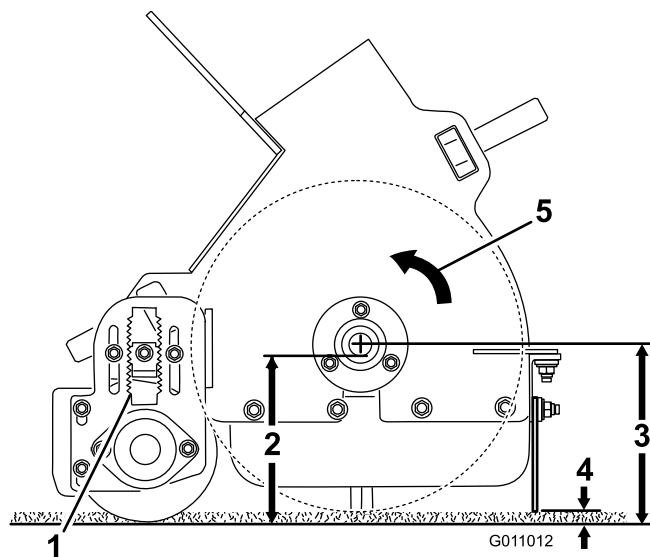
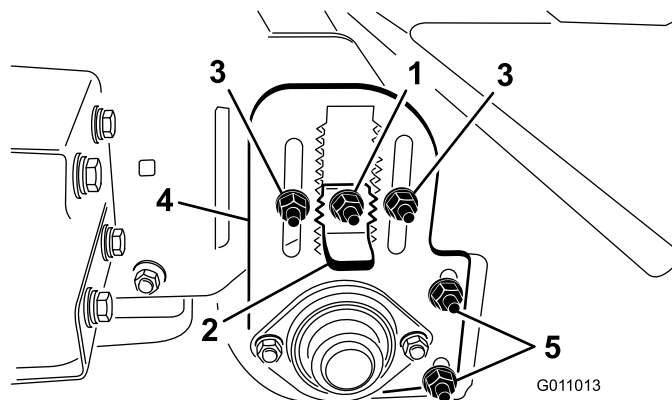

図 20
図 21
推奨設定の詳細については、図 20と図 21を参照してください。
3. 高さ調整キー 図 21についているロックナットをゆるめて、キーを 13 mm 程度引き出す。
4. ローラの高さ調整用ロックナットをゆるめる 図 21。
5. 高さ調整キーを引き出し、ローラの高さ調整プレートを動かして後ローラを適当な高さに調整する 図 21。
ローラスクレーパ 図 21 とローラとの間に 2 mm の隙間ができるように調整してください。ローラスクレーパの